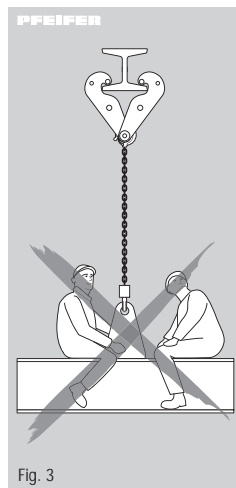

Fig. 3
- Il est interdit d'utiliser la pince à poutre pour transporter des personnes (Fig. 3).